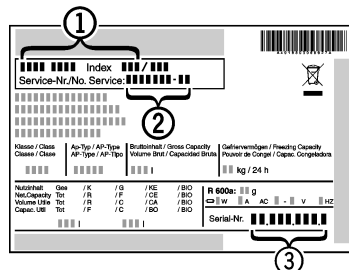

Fig. 15
► Прочетете от идентификационната табелка описанието на уреда Fig. 15 (1), сервизния № Fig. 15 (2) и серийния № Fig. 15 (3). Идентификационната табелка се намира на лявата вътрешна стена на уреда.
► Обадете се на сервизната служба и посочете неизправността, описанието на уреда Fig. 15 (1), сервизния № Fig. 15 (2) и серийния № Fig. 15 (3).